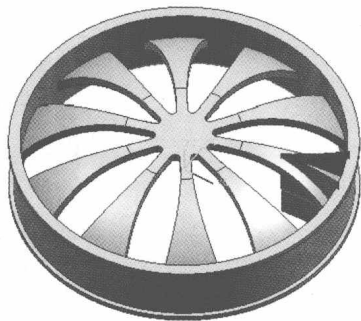

图 1-34 拉伸特征
(6) 单击【特征】工具条中的【拉伸】按钮, 打开【拉伸】对话框。选择上一步创建的草图曲线, 选择拉伸方向为 ZC 轴, 设置【开始距离】为-30, 【结束距离】为 60, 其他按默认设置, 单击【确定】按钮。创建的拉伸特征如图 1-34 所示。